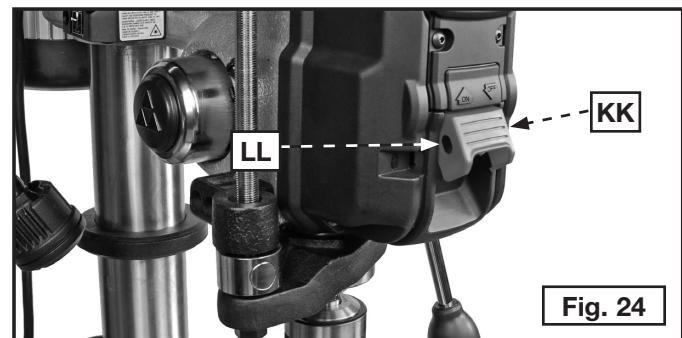

Fig. 24
Para encender la prensa de taladro, levante la paleta del conmutador (KK) Fig. 24 hacia arriba, a la posición "ON" (encendido). Para apagar la prensa de taladro, empuje la paleta del conmutador (KK) Fig. 25 hacia abajo, a la posición "OFF" (apagado), como aparece.